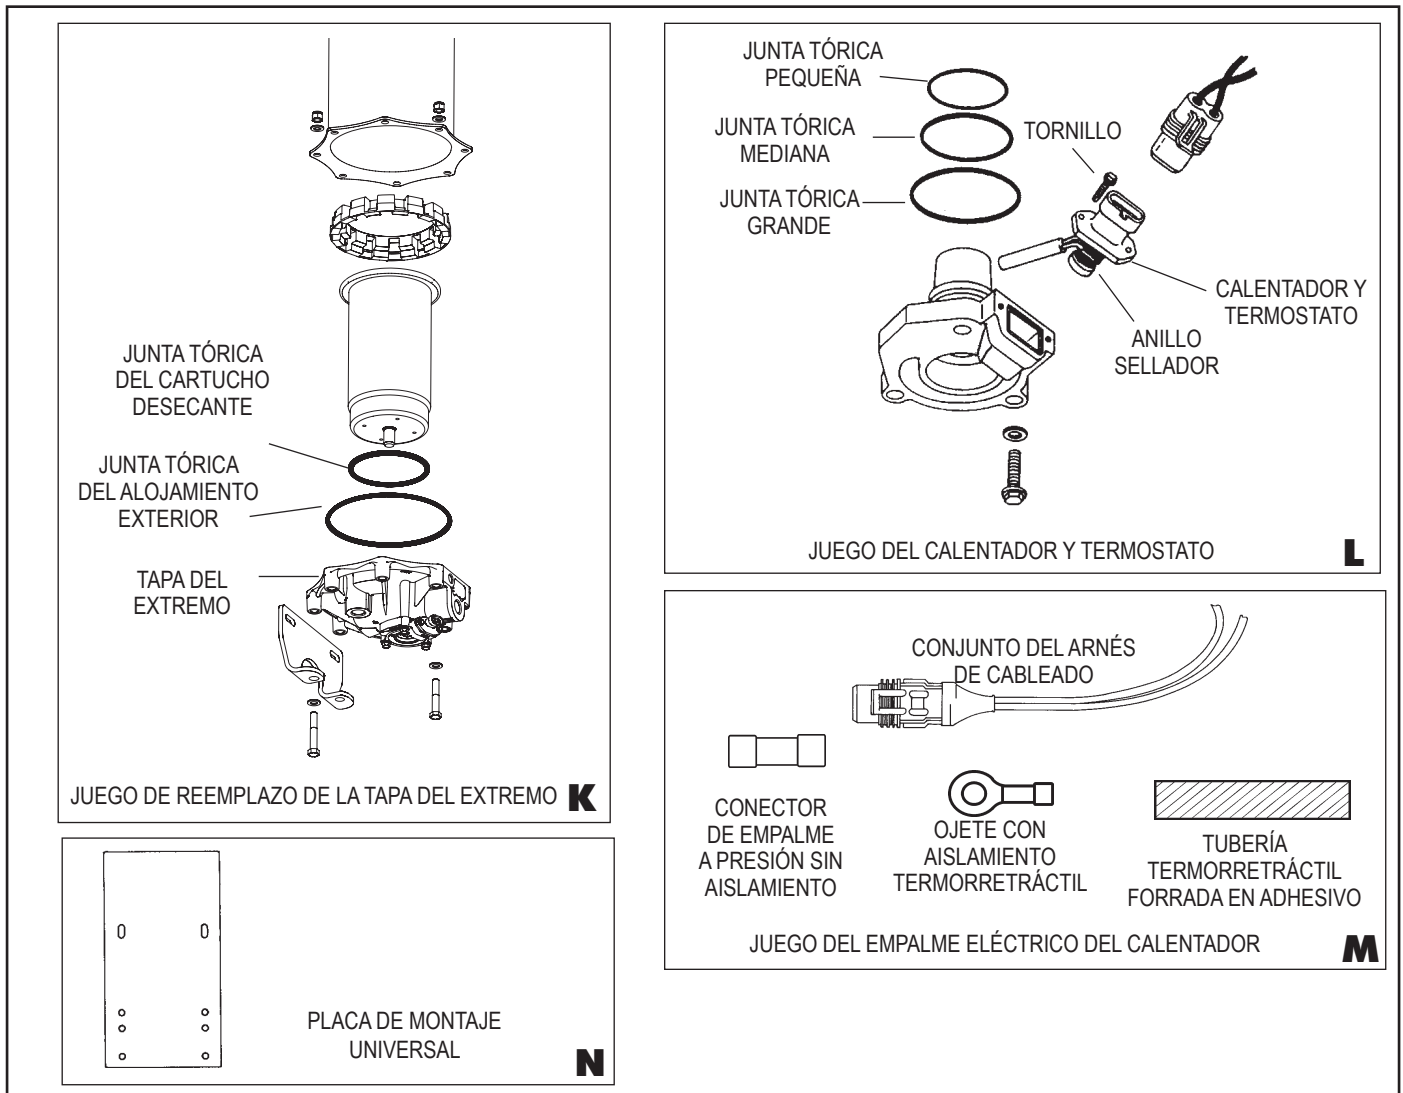

FIGURA 9 - CONTENIDO DEL JUEGO DE MANTENIMIENTO (ILUSTRACIONES K -N)
1. Quite los dos tornillos que fijan el conjunto del calentador y termostato al conjunto de la válvula de purga. Vea la figura 9, ilustración L para ver el contenido del juego.
1. Quite los seis tornillos de capuchón de 9,5 mm (3/8 de pulg.), tuercas de bloqueo y doce arandelas especiales restantes que fijan la tapa del extremo al alojamiento del secador de aire. Separe la tapa del extremo y el cartucho desecante del alojamiento. Vea la figura 9, ilustración K.